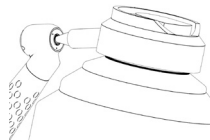

Figure 9
4. Insérez l'adaptateur dans le mandrin et pulvérisez pendant 1 à 2 secondes (figure 9).